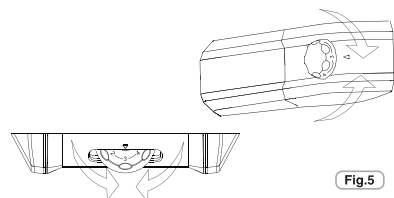

Fig.5
• On effectue le réglage de la température, pour les deux compartiments, en tournant le bouton du thermostat (fig.5).